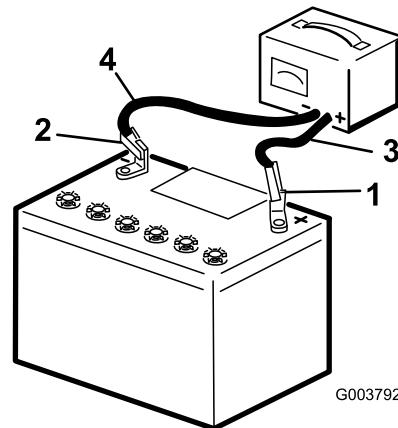

Figure 57
2. Chargez la batterie pendant 4 à 8 heures à un régime de 3 à 4 A (Figure 57). Ne chargez pas la batterie excessivement.
| 3. Quand la batterie est chargée au maximum, débranchez le chargeur de la prise, puis débranchez les fils du chargeur des bornes de la batterie (Figure 57). | |